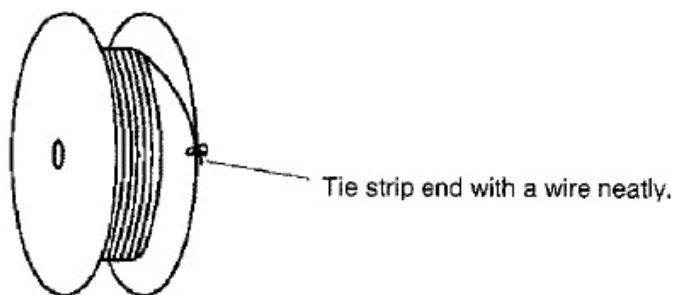

Fig. 5
- (3) 습한 곳 혹은 먼지가 많은 곳에 단자 Reel 을 보관하는 것은 피해야 한다. 햇볕이 들지 않는 상대적으로 건조하고 깨끗한 장소에 보관하십시오. (5~34 ℃, 45~85%RH)
- (4) 기계에서 단자 reel 을 떼어 낼 때, 단자 Strip 끝을 적당한 끈이나 와이어를 이용하여 Reel 의 가장자리에 고정시키시오. Fig. 5 참조